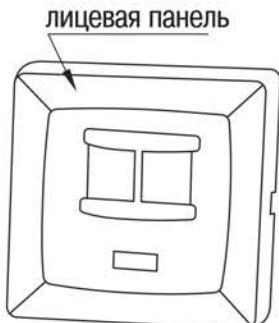
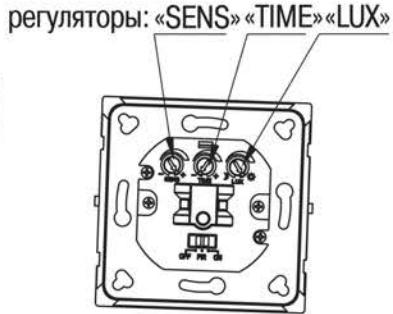

Рисунок 14 – Конструкция датчика движения ДД-031
Рисунок 15 – Конструкция датчика движения ДД-035
- Снимите лицевую панель с основания датчика, поддев её отвёрткой с прямым шлицем (рисунок 12, рисунок 14, рисунок 15 для датчиков ДД-029, ДД-031 и ДД-035 соответственно).
Регуляторы SENS, LUX, TIME находятся под лицевой панелью датчика (рисунок 14). Регулировка осуществляется с помощью отвёртки с прямым шлицем.
Регуляторы LUX, TIME, MIC находятся под лицевой панелью датчика (рисунок 15). Регулировка осуществляется с помощью отвёртки с прямым шлицем.